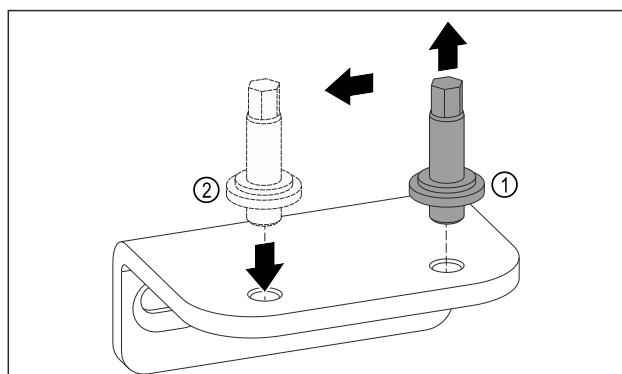

Fig. 13
- S ključem z zunanjim šestkotnikom velikosti 5 odvijte sornik spodnjega ležajnega podstavka. Fig. 13 (1)
- Sornik vstavite na nasprotni strani. Fig. 13 (2)